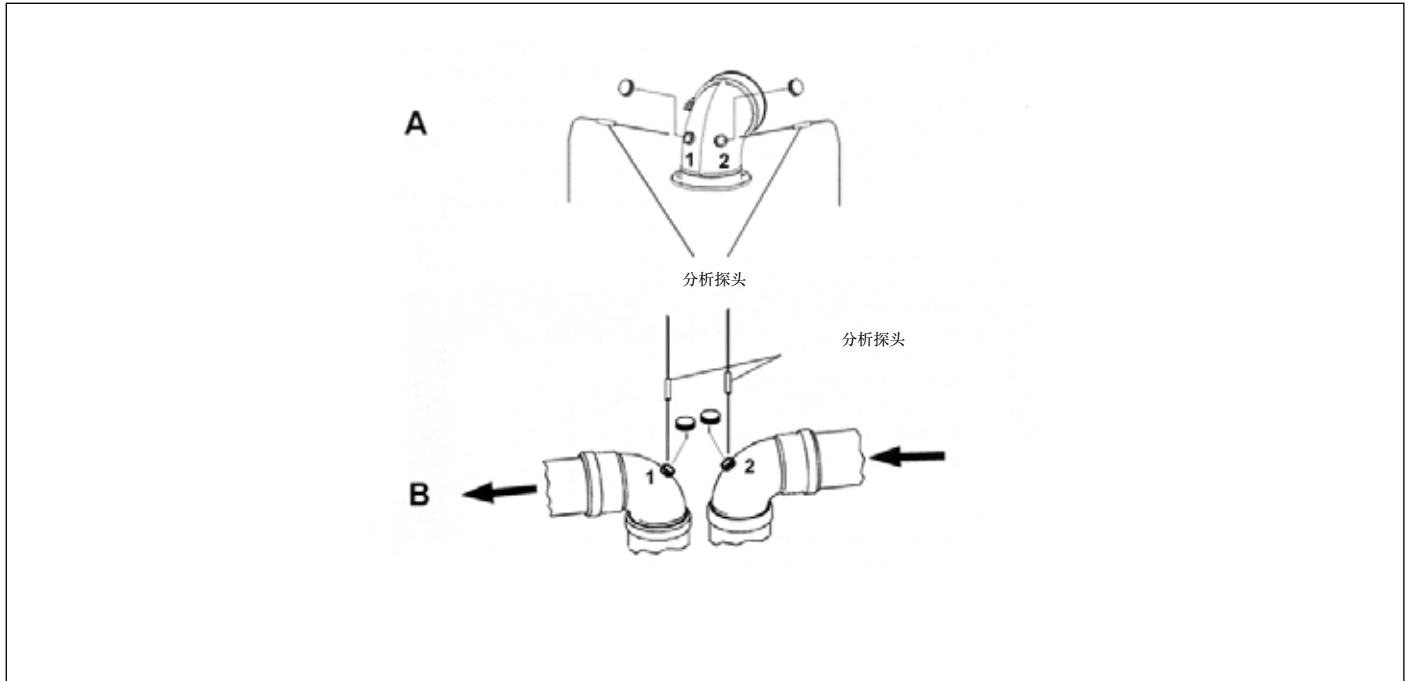

图 18 烟雾检测点范例
- 通过对应孔洞1测量进气温度（参见参照图(A)图18烟雾检测点范例，对于安装了预置孔洞管道的密封式壁挂炉）。
- 通过对应孔洞2测量烟雾温度和二氧化碳值（参见参照图(A)图18烟雾检测点范例，对于安装了预置孔洞管道的密封式壁挂炉）。
- 通过对应孔洞1测量进气温度（参见参照图(B)图18烟雾检测点范例，对于安装了预置孔洞管道的密封腔）。
- 通过对应孔洞2测量烟雾温度和二氧化碳值（参见参照图(B)图18烟雾检测点范例，对于安装了预置孔洞管道的密封式壁挂炉）。